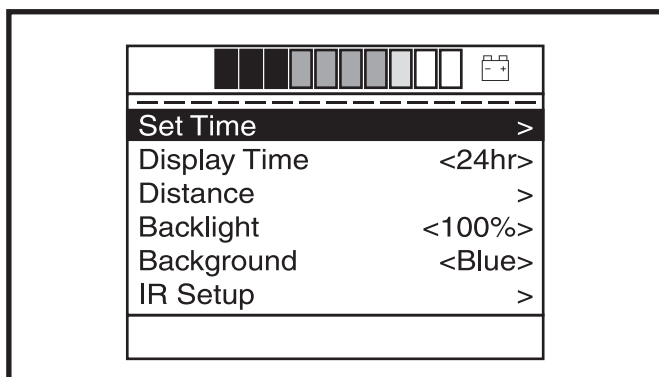

Figure 2. Écran du menu principal
2. Appuyez et maintenez enfoncé simultanément les boutons d'augmentation de vitesse et de réduction de vitesse pour faire afficher l'écran du menu principal. **Voir la figure 2.**